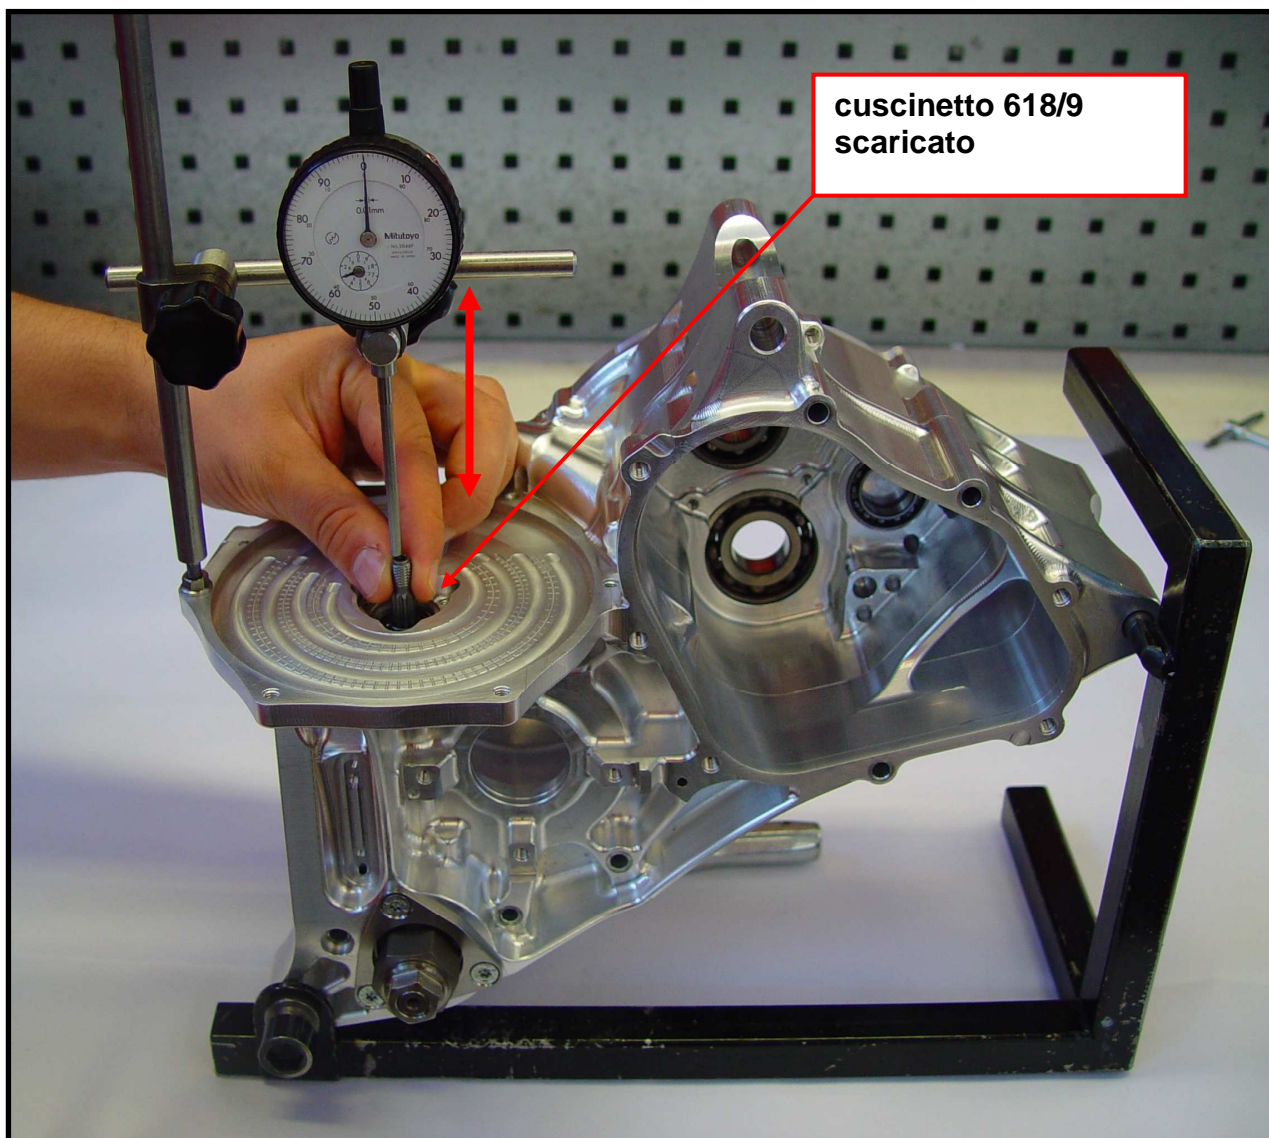

Fig. 15
- 4.6)** Montare un cuscinetto scaricato sulla sede del cuscinetto superiore dell'alberino coppia conica (questo cuscinetto, scaricato sul diametro esterno, ha il solo compito di tenere in asse l'alberino durante la verifica.) (**Fig. 15**)
- 4.7)** Montare un comparatore in asse con l'alberino e misurare la corsa dello stesso. (**Fig. 15**)